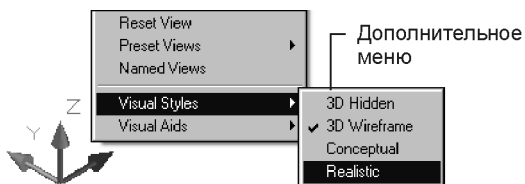

Рис. 8.3. Контекстное меню для выбора стиля отображения на орбитальном виде
2. Из появившегося дополнительного меню выберите один из следующих пунктов (рис. 8.3):